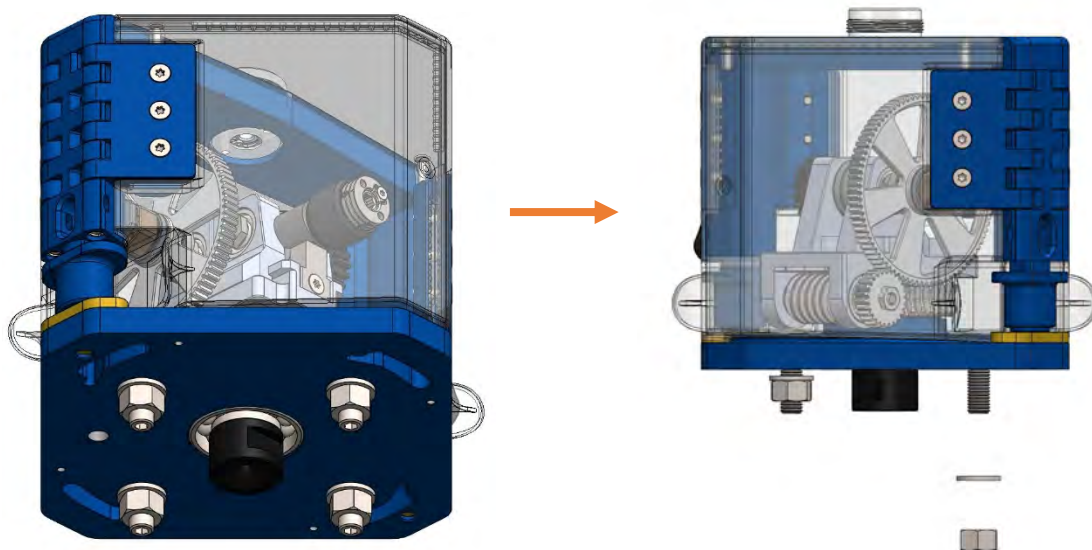

Abbildung 9
3. Lösen Sie die 4 Muttern und entfernen Sie die 4 Unterlegscheiben, die bereits am Twister montiert sind. (Abbildung 9).